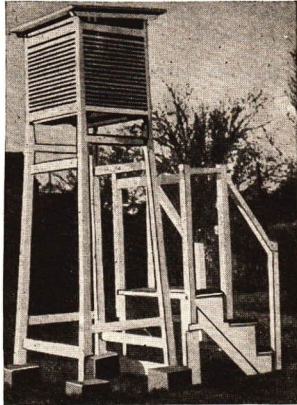

Abb. 91/1. Wetterhäuschen in einer Wetterbeobachtungsstelle
3. Wir hängen nebeneinander zwei Thermometer frei auf. Den einen Quecksilberbehälter umwickeln wir mit einem dünnen, angefeuchteten Lappen. Nach kurzer Zeit zeigt dieses Thermometereine etwas tiefere Temperatur an als das andere. Die Thermometer der Wetterbeobachtungsstellen werden deshalb in kleinen Holzhäuschen so aufgehängt, daß sie nur der Luft, nicht aber dem Regen ausgesetzt sind (Abb. 91/1). Außerdem werden sie dadurch vor direkter Sonnenbestrahlung geschützt.